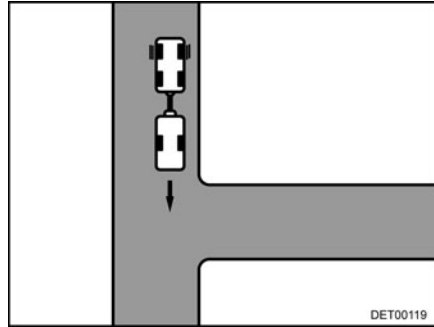

Fig. 11 Manœuvre à effectuer
- Se déplacer vers l'entrée, jusqu'à ce que l'arrière de la caravane se trouve, à peu près, à la hauteur de l'entrée (Fig. 11).